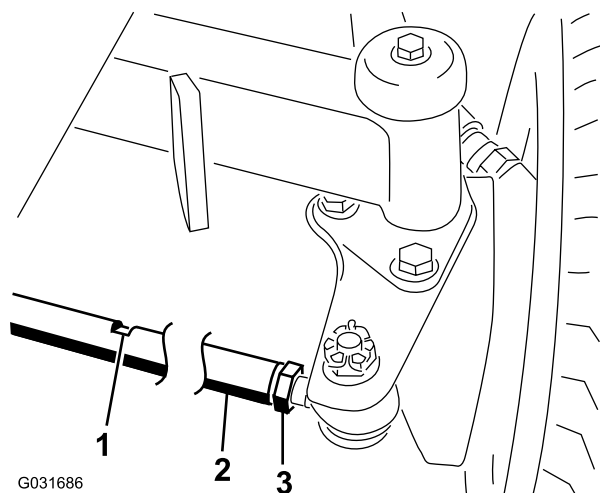

Рисунок 46
2. Ослабьте контргайку с каждой стороны тяги (Рисунок 46).